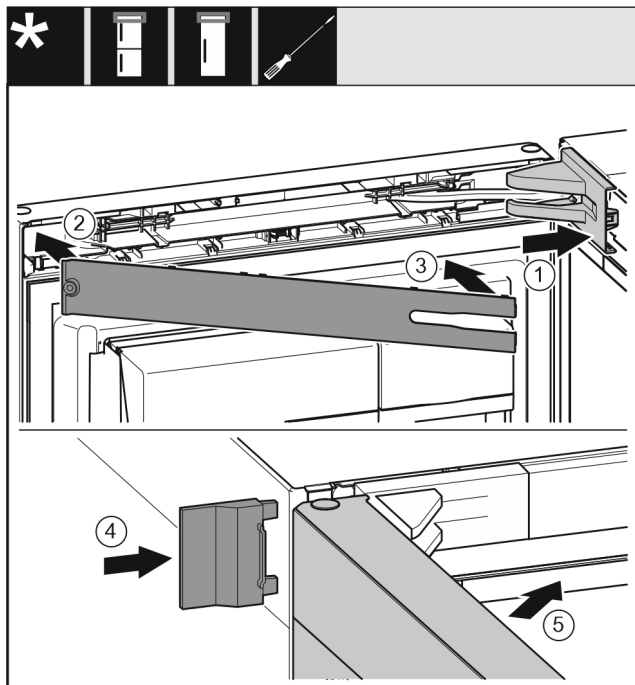

Fig. 71
- ▶ Stavite pokrov podloška ležaja Fig. 71 (1) i pustite ga da se uglati, po potrebi ga oprezno razdvojite.
- ▶ Natakните masku Fig. 71 (2).
- ▶ Zakrenite masku Fig. 71 (3) i pustite da uskoči.
- ▶ Natakните vanjski poklopac Fig. 71 (4).
- ▶ Zatvorite gornja vrata Fig. 71 (5).